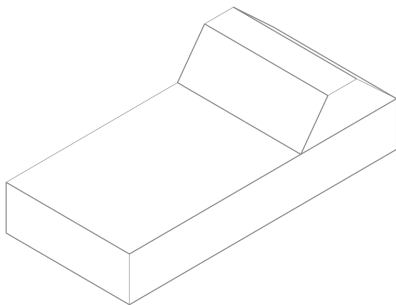

图 2-41 打开素材模型
(1) 单击常用工具栏中的【打开】按钮，打开一幅素材模型，如图 2-41 所示。